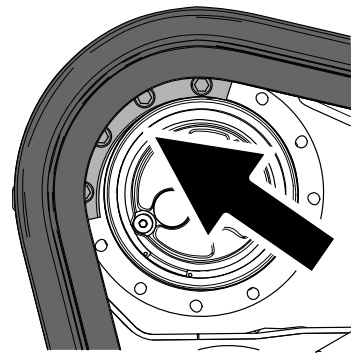

Figura 76
- Mueva el control de tracción hacia adelante hasta que el segmento del piñón de arrastre se engrane en la oruga (Figura 76).
- Aplique fijador de roscas a los pernos de otro de los segmentos del piñón de arrastre que retiró e instale el segmento del piñón (Figura 76). Apriete los pernos a 247–301 N·m (182–222 pies-libra).